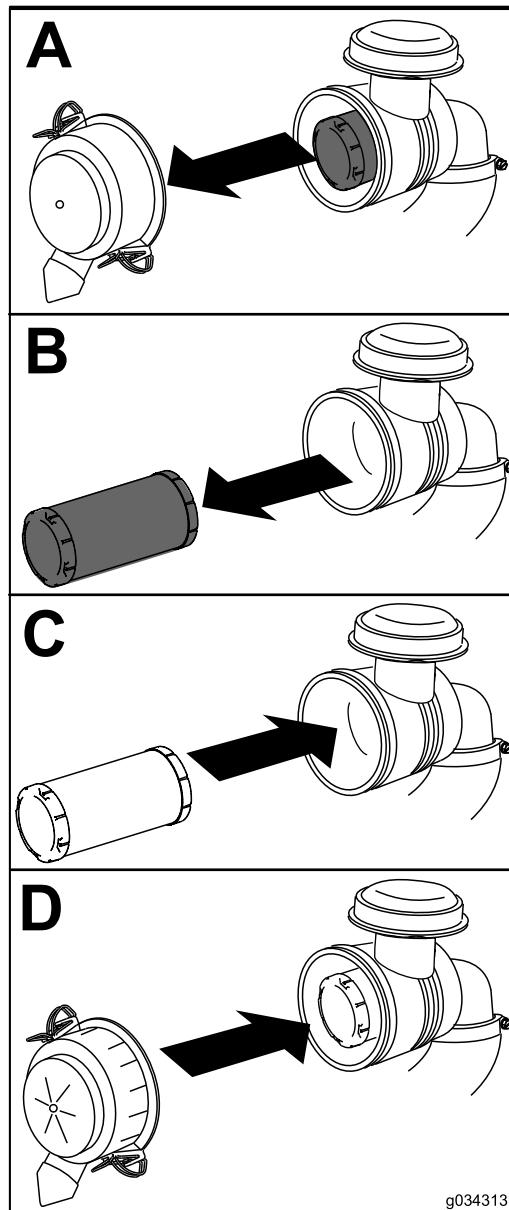

Рисунок 36
4. Установите крышку воздухоочистителя таким образом, чтобы сторона с обозначением «UP» (BVEPX), была обращена вверх, и закройте защелки (Рисунок 36).
1. Осторожно извлеките воздушный фильтр из корпуса воздухоочистителя (Рисунок 36).